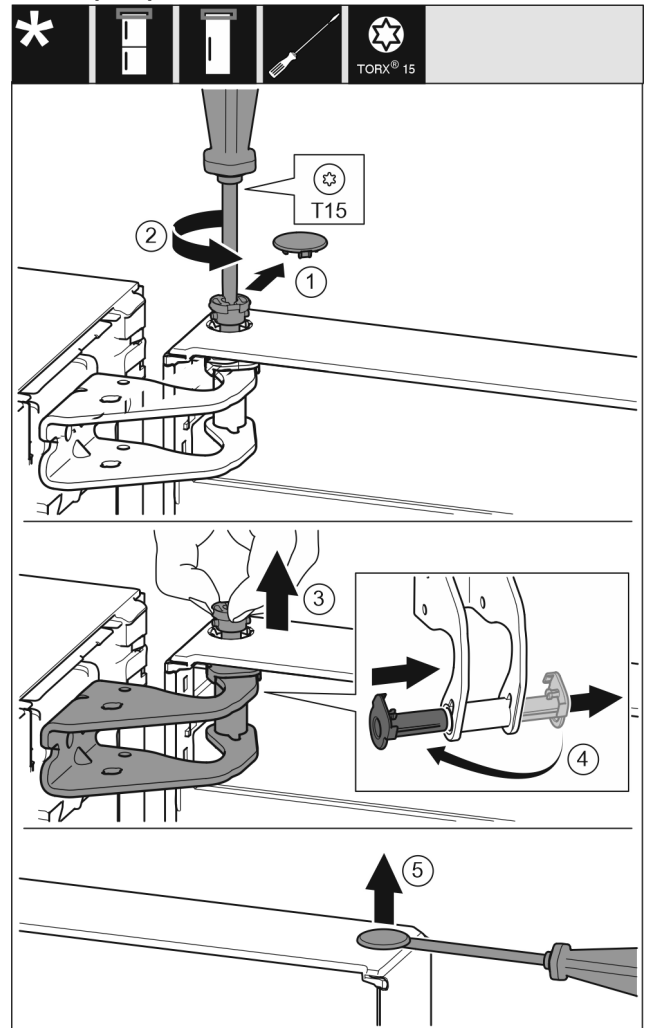

Fig. 9
► Обережно зніміть запобіжну кришку. Fig. 9 (1)
► Трохи викрутіть гвинт за допомогою викрутки T15. Fig. 9 (2)
► Притримуйте дверцята і витягніть палець руками. Fig. 9 (3)
► Витягніть із напрямної опорну втулку. Встановіть і зафіксуйте з іншого боку. Fig. 9 (4)
► За допомогою шлицевої викрутки обережно підніміть пробку із опорного втулка дверцят та витягніть її. Fig. 9 (5)